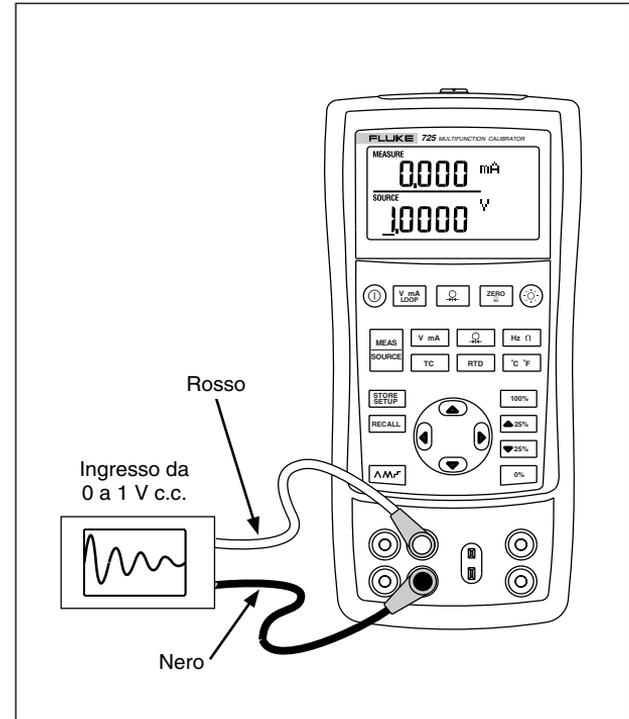

Figura 22. Taratura di un registratore grafico
1. Collegare i cavetti di misura allo strumento in prova, come indicato nella figura 22.